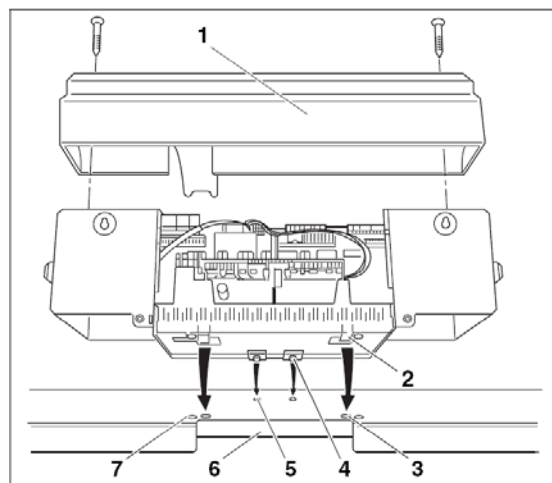

Fig. 48
På Fig. 48 är instrumentpanelen och den främre skärmen "A" visad bakifrån.
- Lossna de två skruvarna i backstycket (Fig. 48, **pos. 1**). Lyft backstycket upp och av.
- Sätt på instrumentpanelen. Sätt på krokarna framför instrumentpanelen (Fig. 48, **pos. 4**) in i de ovala hålen på den främre topplåten (Fig. 48, **pos. 5**). Dra instrumentpanelen framåt, och vippa det därefter bakåt. De elastiska krokarna (Fig. 48, **pos. 2**) ska gripa fast i bakre fyrkantiga hålen på den främre topplåten (Fig. 48, **pos. 3**).
- Skruva fast instrumentpanelens sockel på den främre topplåten (Fig. 48, **pos. 6**) med två plåtskruvar till vänster och höger för kabelgenomföringen (Fig. 48, **pos. 7**).
- Skruva fast bakstycket (Fig. 48, **pos. 1**) på instrumentpanelens sockel igen.